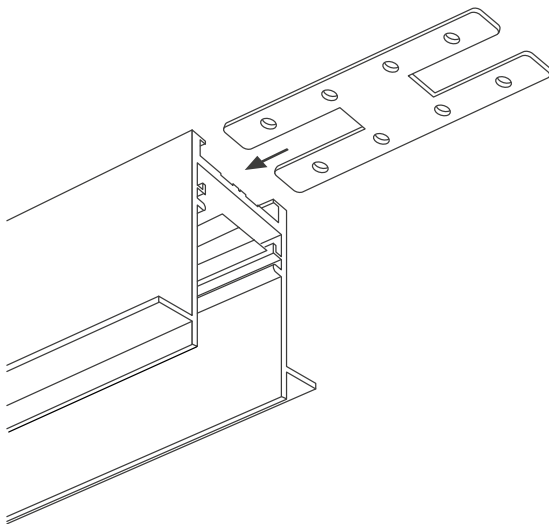

Рис. 4. Установка коннектора в пазы шинпровода
- 3.7. Установите в паз шинпровода коннектор прямой MAG-CON-25-UP арт. 033432 на половину его длины и закрепите установочными винтами из комплекта поставки (см. рисунок 4). Предварительно снимите торцевую заглушку в случае ее наличия. Ответную часть коннектора установите в соответствующие пазы другого шинпровода и/или коннектора и закрепите установочными винтами.